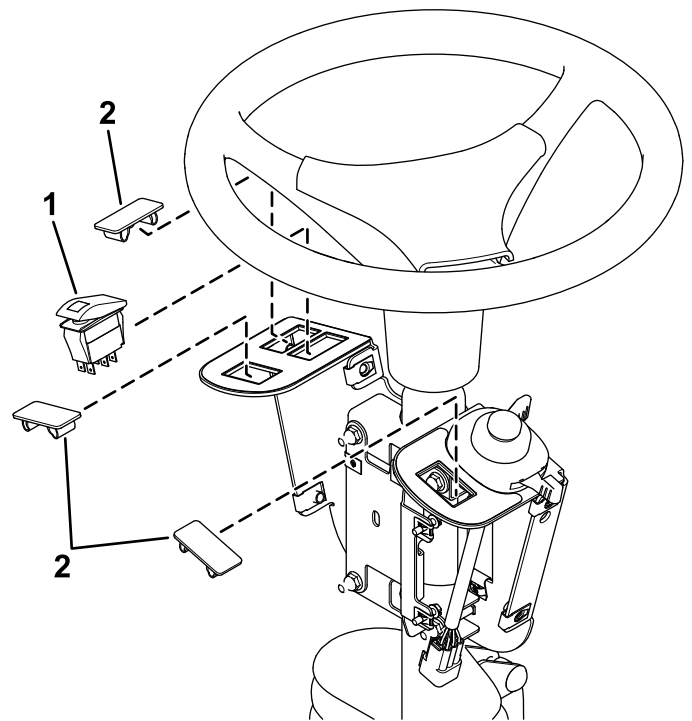

Bild 5
3. Montieren Sie den Kippschalter und die Lochblenden in die Schalterhalterung (**Bild 5**).